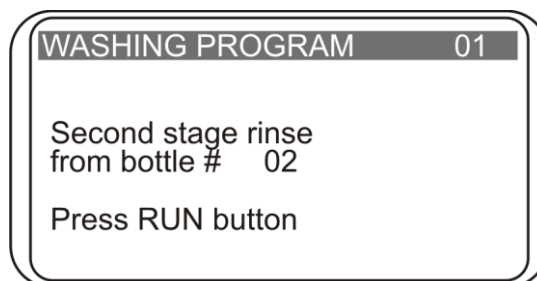

Fig. 9. Messaggi relativi al programma operativo
- 4.15. Se l'operazione prevede il lavaggio a due canali (parametro **On two channels** impostato su YES), il messaggio (per confermare il numero corretto del flacone per il secondo lavaggio) compare sul display prima dell'avvio del programma (fig. 9).
Se l'operazione prevede il lavaggio a un canale (parametro **On two channels** impostato su NO), i parametri di lavaggio per il secondo canale non saranno visualizzati. Rispettivamente, se è impostato il programma a due canali (parametro **On two channels** impostato su YES), i parametri di lavaggio per il secondo canale sono visualizzati e possono essere regolati secondo necessità (Tabella 3). Prima dell'avvio del programma di lavaggio a due canali, sul display compare il messaggio (per confermare il numero corretto del flacone per il secondo lavaggio) (fig. 9).